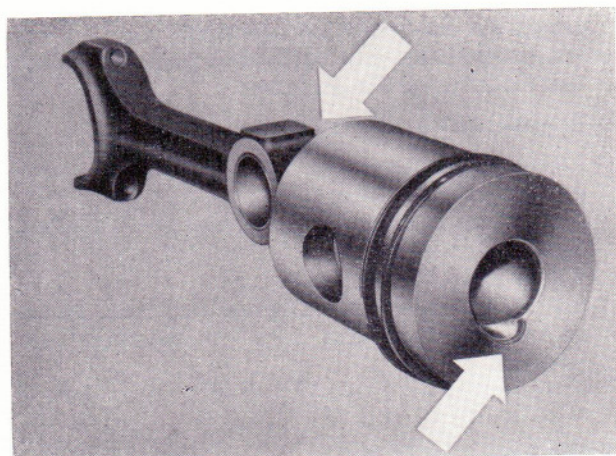

Bild 96
- **Pleuelstange so in den Kolben einsetzen, daß die Schnaupe am Kugelbrennraum dem Ausgleichsgewicht am kleinen Pleuelauge der Pleuelstange gegenüberliegt** (Bild 96).
- **Achtung! Kolben 1991 (R) sind massereduziert und können nur komplett gegen Kolben 1602/1605 (R) ausgetauscht werden (alle vier Kolben)!**